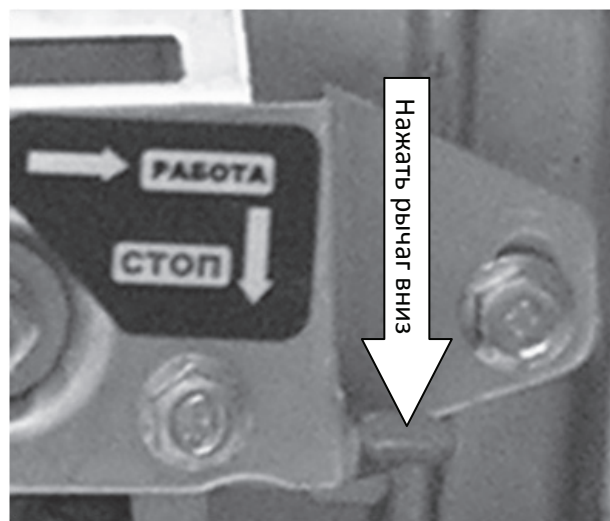

Рис.10
4. Нажмите вниз на рычаг выключения двигателя(Рис.10).